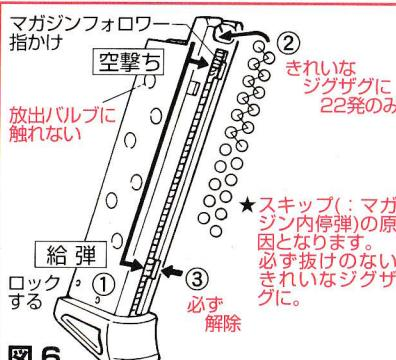

図6
<C. BB弾の給弾> ⇒図6参照
- ①図6を参考にマガジンフォロワーを下げ、下部切り欠き(給弾ポジション)に合わせ、指かけを横に「カチッ」とスライドさせてロックしてください。
- ②マルゼン製BB弾を給弾口から1発ずつ、抜けの無いきれいなジグザグになるよう、22発まで流し込んでください。ジグザグに抜けのある場合、スキップ(マガジン内停弾)の原因になります。充分ご注意ください。
- ③続いてフォロワー指かけのロックを必ず解除してください(自動解除ではありません)。解除を忘れるごとに2~3回通常に発射するのみで、その後は銃を逆さにする等で発射する危険な状態になります。
[スライドストップのなくし方: 空撃ちポジション] →図6参考
弾切れを知らせる便利な機能ですが、ブローバック作動のみの空撃ちが楽しめません。そこでマガジンに空撃ちポジション(：上部切り欠き)を設けました。図6を参考にマガジンフォロワーを少し下げ、上部切り欠きに合わせ、指かけを横に「カチッ」とスライドさせてロックしてください。このポジションでは絶対に給弾しないでください。